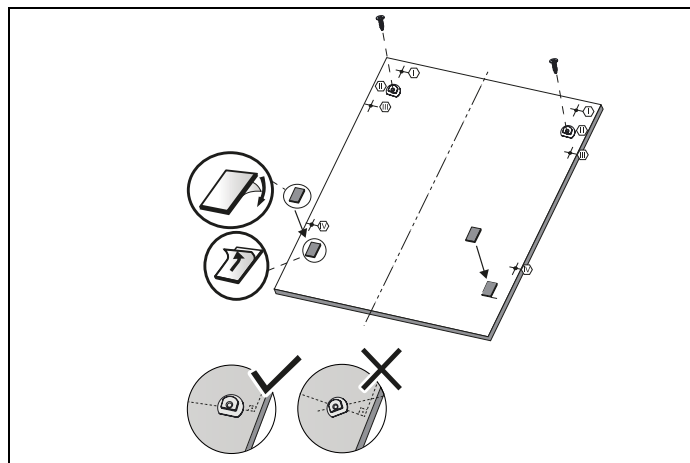

Fig. 27
- 4) Comme indiqué sur la Fig. 27 , les supports de porte en plastique sont installés aux positions II et les bandes de fixation de porte en bois sont installées aux positions indiquées sur la figure.